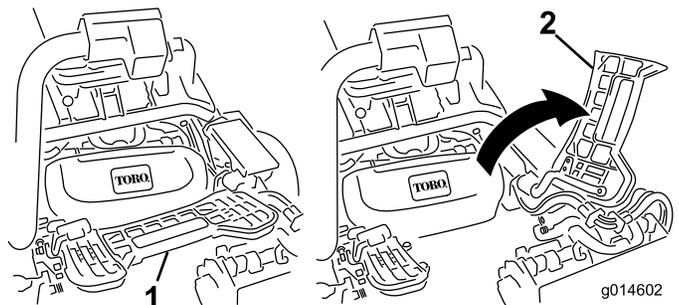

Рисунок 35
2. Поднимите и поверните вверх подножку, открывая доступ к центральному режущему блоку (Рисунок 35).